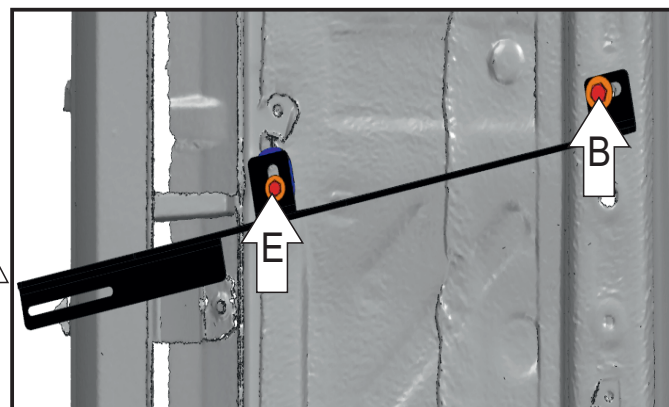
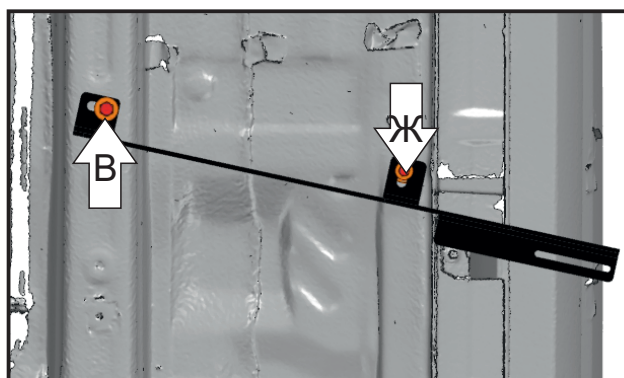

Рис. 4
Рис. 5
6. При помощи болта M8x30 и шайбы 8 закрепить заднюю часть среднего кронштейна на установленную гайку закладную M8 с проволокой (В)(Рис.4,5). Со стороны пассажира переднюю часть среднего кронштейна закрепить болтом M6x30, шайбой 6 и проставкой через штатную резьбу (Е) (Рис.4). Со стороны водителя переднюю часть среднего кронштейна закрепить болтом M6x30, шайбой 6 и шайбой 8 через штатную резьбу (Ж) (Рис.5).